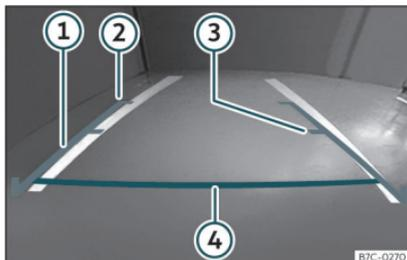

Fig. 193 Display del sistema infotainment: linee di riferimento.
- Il carico del veicolo modifica la rappresentazione delle linee di riferimento >>> **fig. 193.** La larghezza che queste rappresentano diminuisce con il livello di carico. Prestare attenzione alla zona attorno quando l'interno o il vano bagagli sono carichi.
» fig. 193